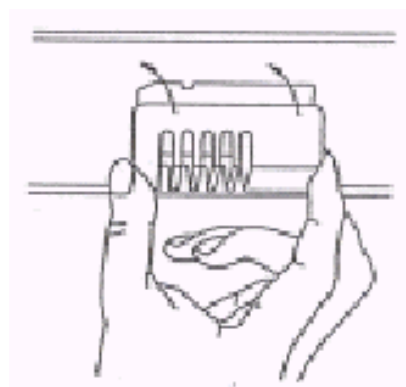

Рис. 4
4. Закройте крышку датчика (см. рис. 4).